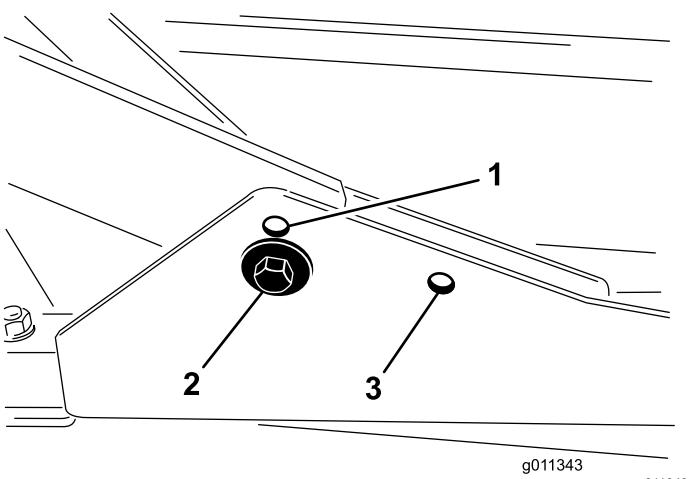

Bild 7
- Befestigen Sie die vorderen Trägerrahmen für Schnitthöhen von 2,0 cm bis 7,6 cm in den unteren vorderen Befestigungslöchern (Bild 7).
- Befestigen Sie die vorderen Trägerrahmen für Schnitthöhen von 6,3 cm bis 10 cm in den unteren vorderen Befestigungslöchern (**Bild 7**).
Befestigen Sie das Heckschneideinheit für alle Schnitthöhen in den hinteren Befestigungslöchern (**Bild 7**).